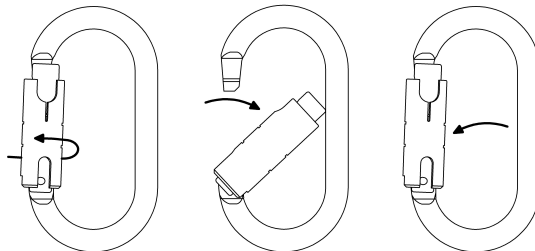
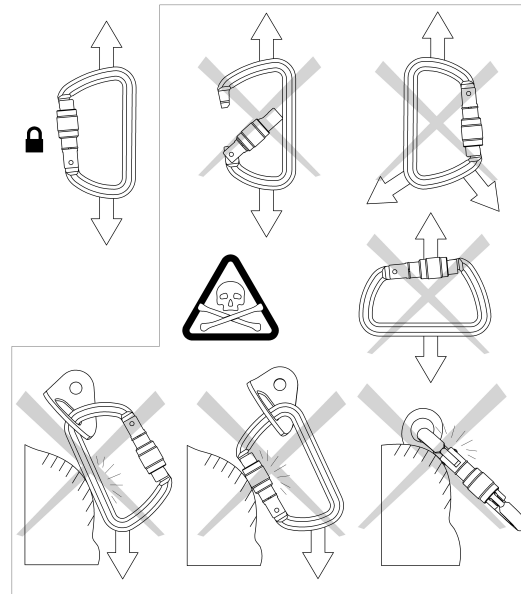

Рис. 4. Открытие/закрытие карабина с автоматической муфтой
Рис. 7. Использование карабина
Соединительный элемент во время применения должен быть с закрытой защелкой. С открытой защелкой прочность карабина существенно снижается (рис. 4, 5, 6). Запирающий механизм, препятствующий непроизвольному раскрытию карабина, также должен быть закрыт. Регулярно проверяйте блокировку карабина во время использования. Загрязнения, такие как песок, краска, глина, лед и др. могут нарушить работу муфты. Старайтесь не допускать появления загрязнений на карабине. Наибольшей прочностью карабин обладает при закрытой защелке и приложении нагрузки вдоль его главной оси. Приложение нагрузок в других направлениях, при открытой защелке, в другой плоскости, в случае ограничения карабина и давления извне опасны, т.к. прочность карабина в этом случае снижается, что может привести к его разрушению (Рис. 7).
**Внимание!** При использовании карабина исключите любое внешнее воздействие на защелку (например, страховочно - спусковым устройством, веревкой и т.д.), т.к. в случае сильной нагрузки защелка может сломаться (Рис. 7). Во избежание несчастных случаев любые системы обеспечения безопасности следует дублировать.